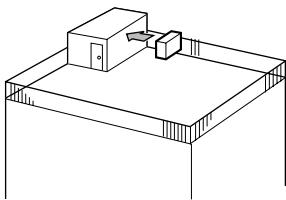

Fig. 2-2
- ① Direccione a saída de ar para a parede mais próxima a uma distância de cerca de 50 cm. (Fig. 2-2)